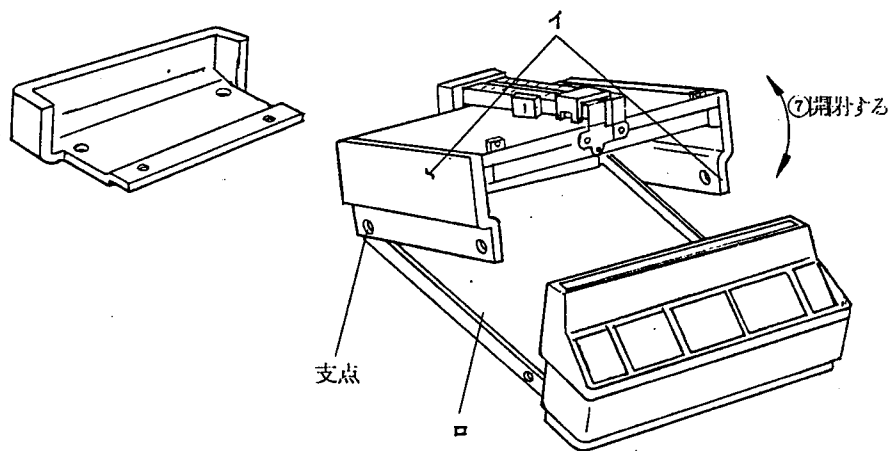

図 2
3. 図2□部は閉める時、配線をはさみ易いのでご注意ください。